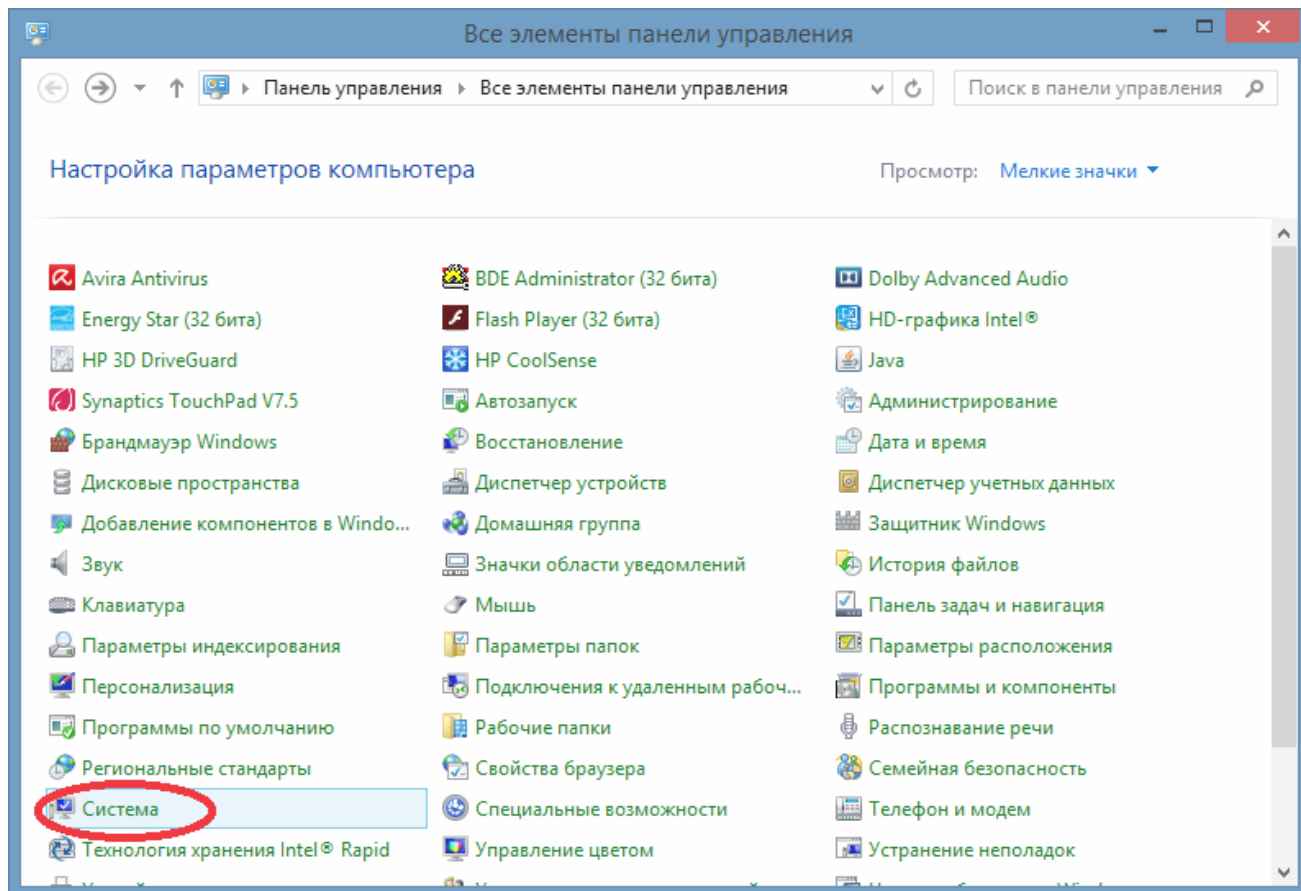

Рисунок 9
- 1) открыть «Панель управления Windows» и выбрать пункт «Система» (Рисунок 9);